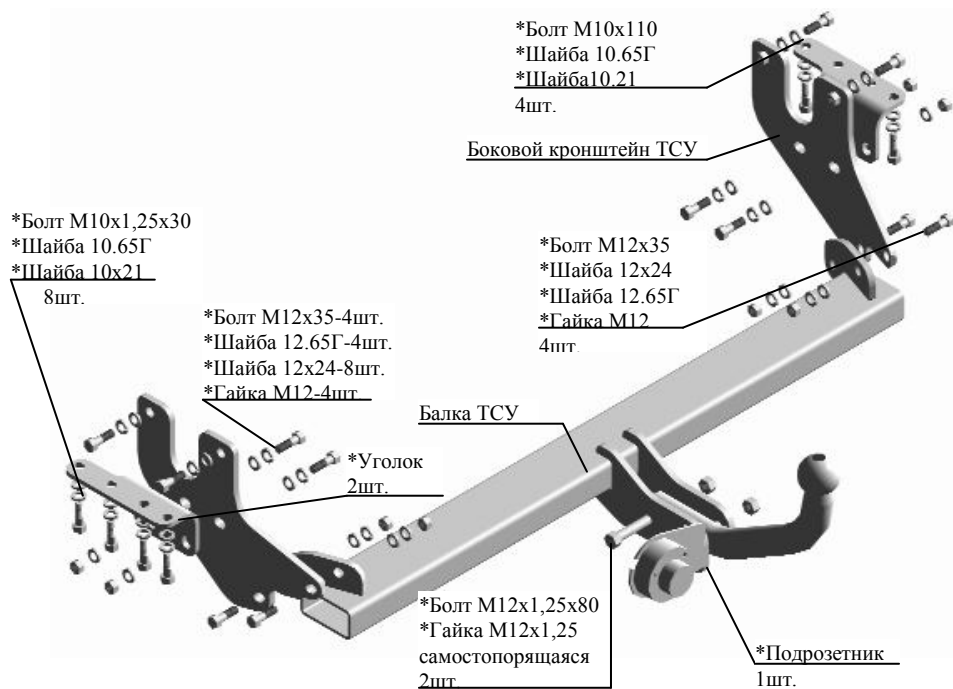

Рис.1 Тягово-сцепное устройство 7130
2.1 ТСУ 7130 в сборе (рис.1)	1 шт.
2.2 Пакет с комплектующими (см. рис.1)	1 шт.